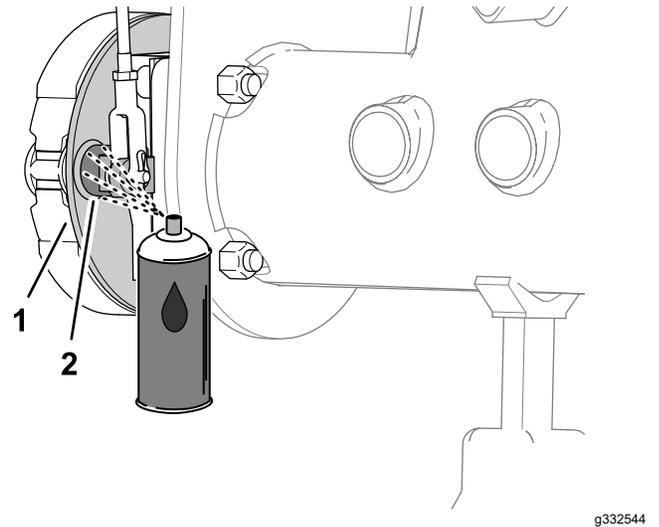
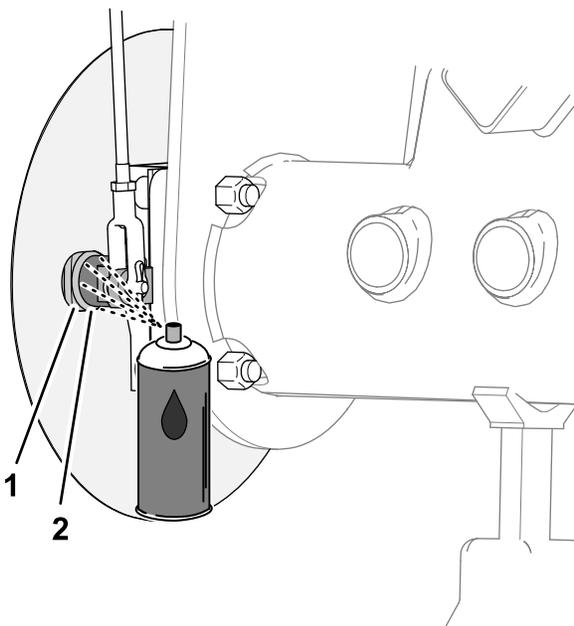

图 69
图 70
1. 在制动支撑板不带选配轮辋挡草罩的机器或车轮护罩带选配轮辋挡草罩的机器的内侧在制动凸轮轴和支撑板之间喷涂渗透润滑油图 69 或图 70。